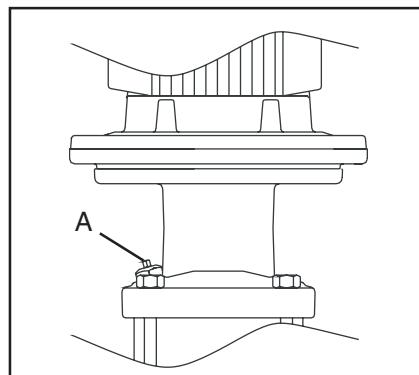

Fig. 16
3. Den Saugpropfen (A, Fig. 16) ein bis zwei Umdrehungen los schrauben, bis Wasser und Luft ausströmt.